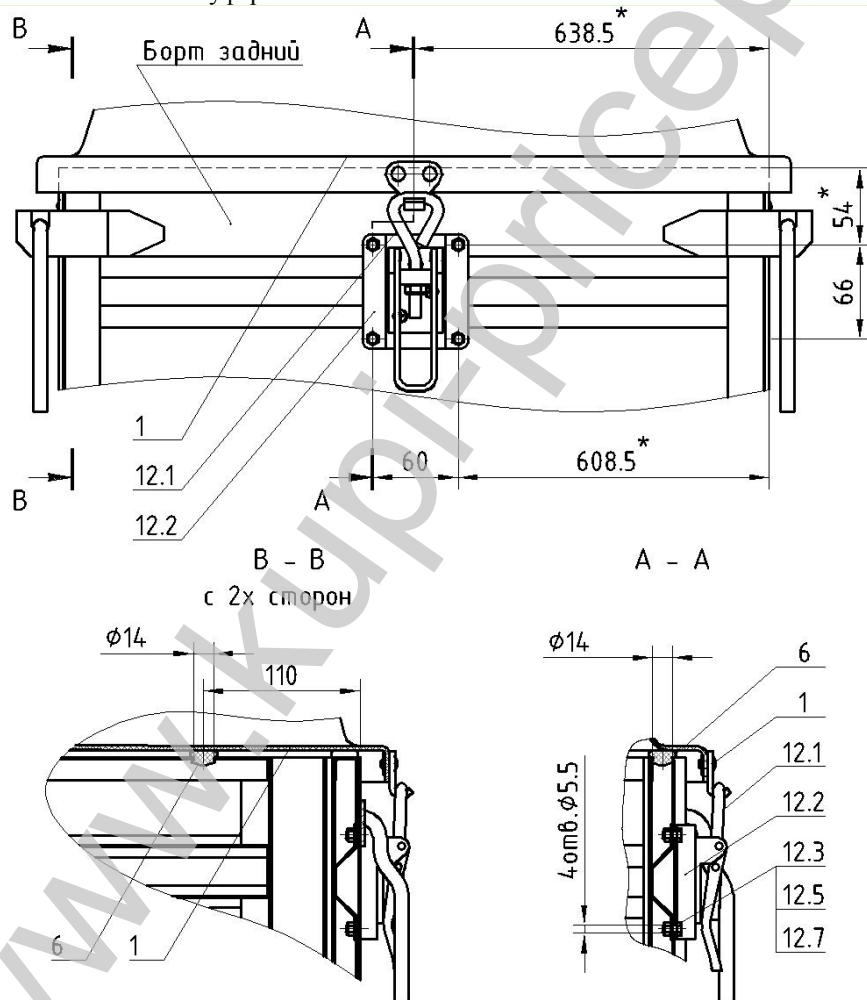

Рисунок 4.
17. Просверлить отверстия Ø5.5мм под замок 12, используя подставку замка 12.2 как шаблон, на расстоянии 608.5мм от задней стойки и 54мм от верхнего края борта (рис. 4).
20. Просверлить отверстия Ø14мм по центру верхней полки заднего борта на расстоянии 638.5мм от задней правой стойки прицепа, как показано на рис.4.
21. Просверлить отверстия Ø14мм по центру верхней полки левого и правого бортах прицепа, как показано на рис.4 (сечения В-В) на расстоянии 110мм от заднего борта прицепа.